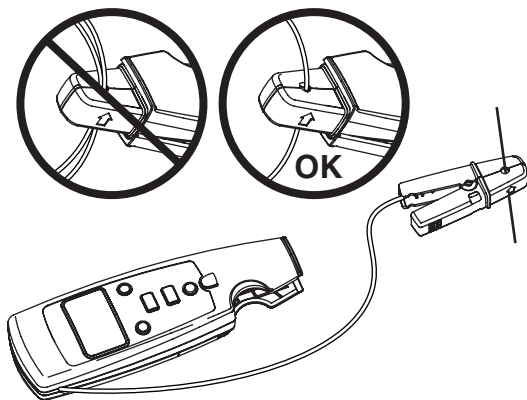

Abbildung 2. Durchführen von Messungen
1. Sicherstellen, dass die Klemme von jeglichen Leitern getrennt ist, ① drücken, um das Messgerät einzuschalten, und dann **ZERO** drücken.
2. Die Backen um den zu prüfenden Leiter klemmen. Das Messgerät zeigt den gemessenen Leiterstrom an. Siehe Abbildung 2.